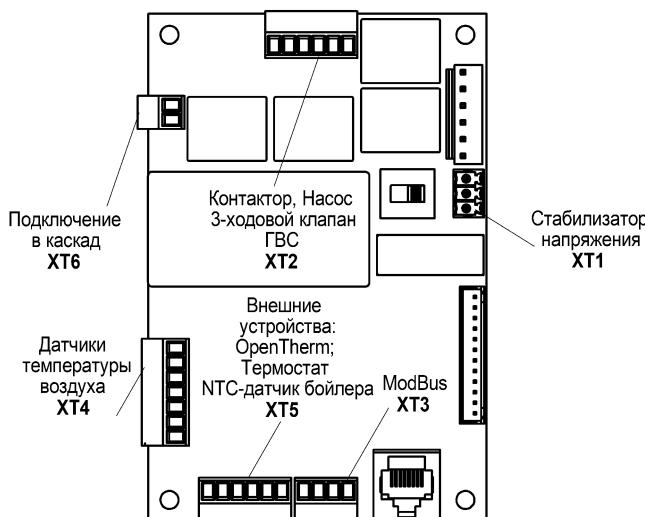

Рисунок 7. Основные разъёмы платы контроллера
6.4.2 Назначение основных разъёмов платы контроллера (подключение внешних устройств) для исполнений FORWARD-3....28 показано на рис. 7.